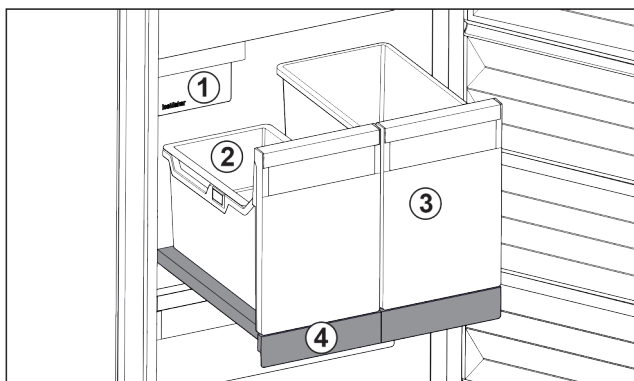

Fig. 99 Vyťahovacia polička s IceTower
Na vyťahovacej poličke sú dve vysoké nádoby (IceTower). V nádobe Fig. 99 (2) sa hromadia a skladujú kocky ľadu z IceMaker. Nádoba Fig. 99 (3) sa hodí na skladovanie vysokých potravín, ako sú pizze alebo alkoholické nápoje.